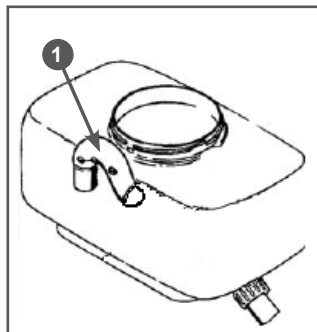

Рис. 16 Установка воздушной трубки в баке
8. Вставьте воздушную трубку 1 (Рис. 16) в бак для химикатов.